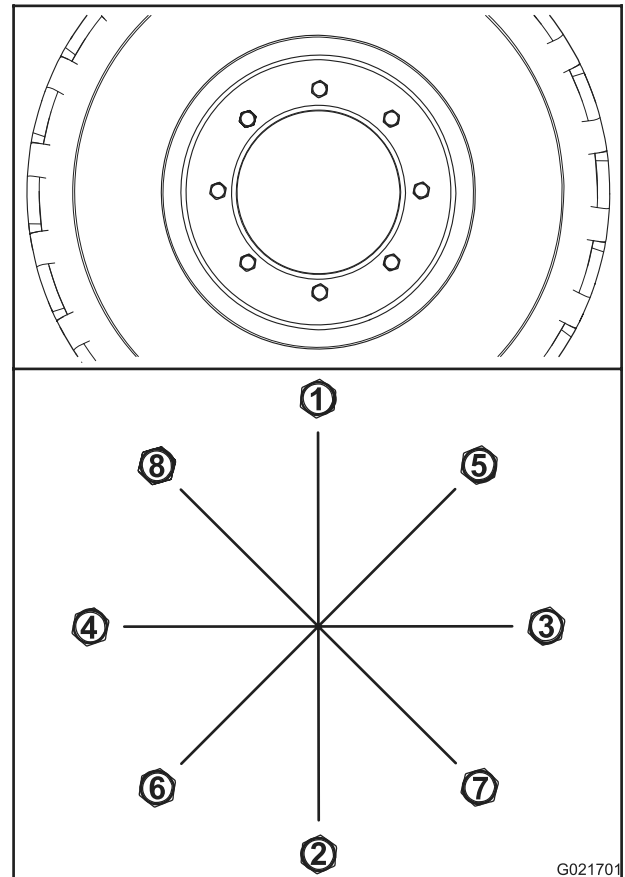

Bild 63
- A. Ziehen Sie alle Radmuttern in der in Bild 63 abgebildeten Reihenfolge auf 100 N-m an.
- B. Ziehen Sie alle Muttern in der in Bild 63 abgebildeten Reihenfolge auf 200 N-m an.
- C. Ziehen Sie alle Muttern in der in Bild 63 abgebildeten Reihenfolge auf 300 N-m an.